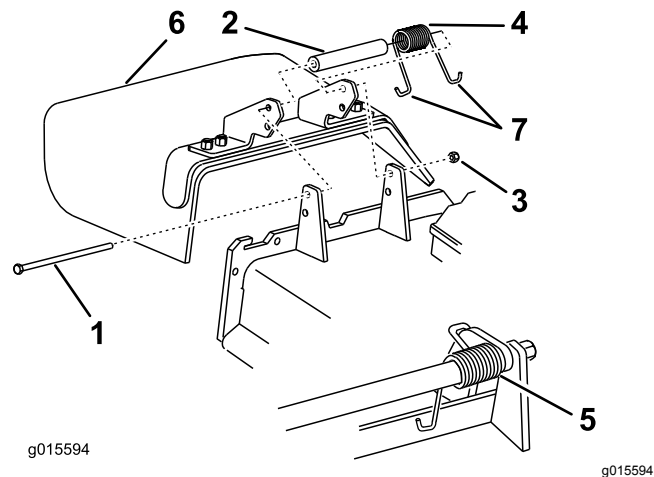

Figura 107
Nota: Asegúrese de colocar un extremo con gancho en J del muelle detrás del reborde de la carcasa antes de instalar el perno, según se muestra en Figura 107.
6. Coloque 1 extremo en J del muelle alrededor del deflector de hierba (Figura 107).
1. Retire la contratuerca, el perno, el muelle y el espaciador que sujetan el deflector a los soportes de pivote (Figura 107).
2. Retire el deflector de hierba dañado o desgastado (Figura 107).